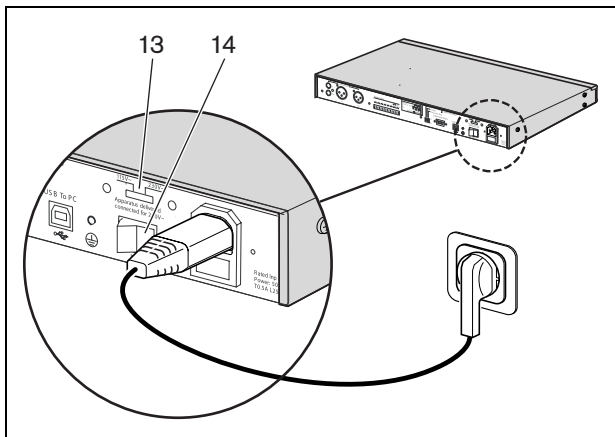

figure 3.8: Câble secteur
- 1 Assurez-vous que l'interrupteur alimentation 14) à l'arrière du temporisateur est positionné sur « O » (voir figure 3.8).
- 2 Assurez-vous que le sélecteur de tension (115 V/ 230 V) (13) est correctement réglé pour la tension du secteur de votre pays (voir figure 3.8).
- 3 Utilisez le câble secteur pour connecter le temporisateur à l'alimentation (voir figure 3.8).